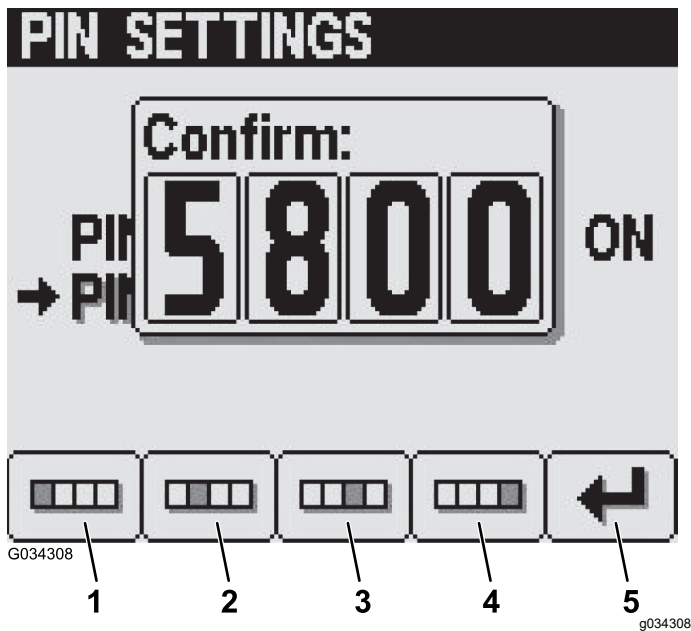

Figura 29
6. No ecrã de confirmação, prima os botões 1 a 4 para introduzir o seu novo código PIN. Quando terminar a introdução do PIN, prima o botão 5 (Figura 29).
Nota: Depois de confirmar o código PIN (Figura 29), surge o ecrã de PIN corrigido durante aproximadamente 5 segundos.